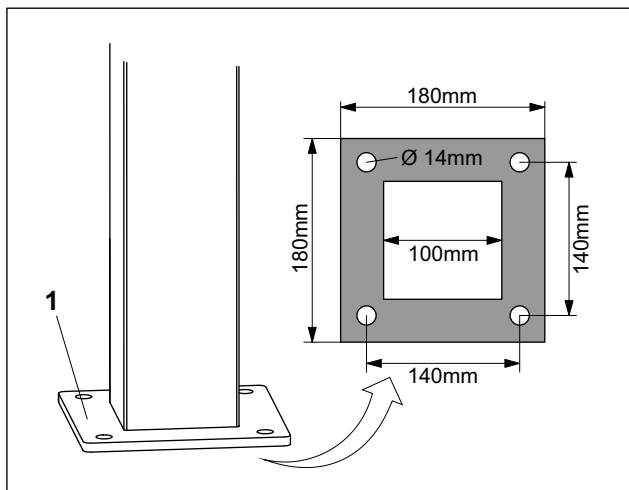

Fig. 2 Placa base de la columna
1. Marcar los cuatro orificios con ayuda de la placa base (fig. 2/1) de la columna sobre el fundamento de hormigón. También se puede consultar la masa de taladrado en el plano adjunto.